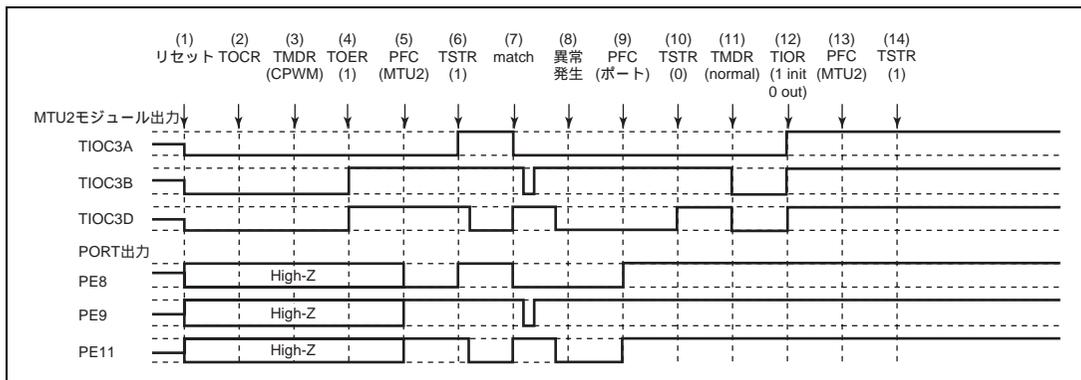

図 10.157 相補 PWM モードで異常が発生し、ノーマルモードで復帰する場合
相補 PWM モードで異常が発生し、再設定後ノーマルモードで再スタートする場合の説明図を図 10.157 に示します。
- (1) ~ (10) は図 10.157 と共通です。
- (11) PWM モード 1 を設定してください (MTU2 出力はローレベルとなります)。
- (12) TIOR で端子を初期化してください (PWM モード 1 では TIOC*B 側は初期化されません)。
- (13) PFC で MTU2 出力としてください。
- (14) TSTR で再スタートします。
(23) 相補 PWM モードで動作中に異常が発生し、相補 PWM モードで再スタートする場合の動作
- (11) PFC で MTU2 出力としてください。
- (12) TSTR で再スタートします。
- (13) コンペアマッチの発生により相補 PWM 波形を出力します。
(24) 相補 PWM モードで動作中に異常が発生し、相補 PWM モードで新たに再スタートする場合の動作
(1) ~ (10) は図 10.157 と共通です。
(11) ノーマルモードを設定し新しい設定値を設定してください (MTU2 出力はローレベルとなります)。
(12) TOER でチャンネル 3、4 の出力を禁止してください。
(13) TOCR で相補 PWM モードの出力レベルと周期出力の許可禁止を選択してください。
(14) 相補 PWM を設定します。
(15) TOER でチャンネル 3、4 の出力を許可してください。
(16) PFC で MTU2 出力としてください。
(17) TSTR で再スタートします。
(25) 相補 PWM モードで動作中に異常が発生し、リセット同期 PWM モードで再スタートする場合の動作
- (11) ノーマルモードを設定してください (MTU2 出力はローレベルとなります)。
- (12) TOER でチャンネル 3、4 の出力を禁止してください。
- (13) TOCR でリセット同期 PWM モードの出力レベルと周期出力の許可禁止を選択してください。
- (14) リセット同期 PWM を設定します。
- (15) TOER でチャンネル 3、4 の出力を許可してください。
- (16) PFC で MTU2 出力としてください。
- (17) TSTR で再スタートします。
(26) リセット同期 PWM モードで動作中に異常が発生し、ノーマルモードで再スタートする場合の動作